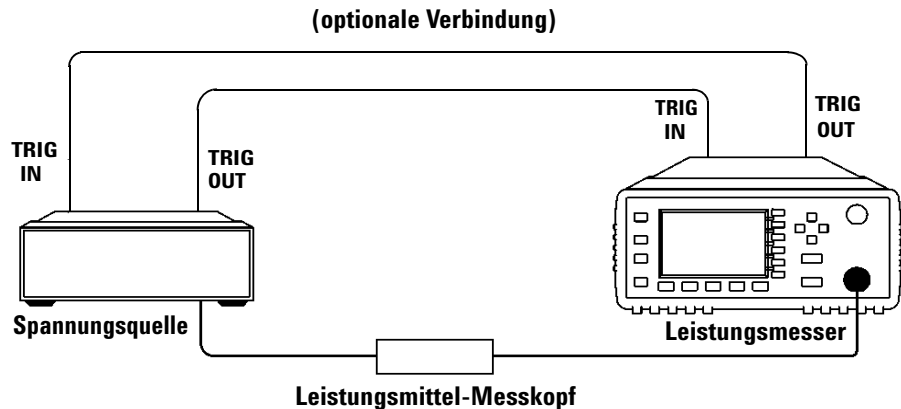

Abbildung 2-19 TRIG IN- und TRIG OUT-Verbindungsdiagramm zwischen Leistungsmess- und Spannungsquelle
Diese Modi sollen langwierige Testroutinen überflüssig machen und gleichzeitig den Messungsdurchsatz durch Reduzieren der Kommunikation mit dem Controller steigern. Mit der Sweep-Funktion führen Sie Leistungsmessungen durch, indem Sie schnell eine Reihe von Frequenzen oder Leistungspegel durchschreiten. Die in Abbildung 2-19 gezeigte Konfiguration illustriert die erforderliche Trigger-Verbindung zum Synchronisieren der Messung des Leistungsmessers mit den Einstellungen der Spannungsquelle.
- 2 Verbinden Sie **TRIG OUT** des Leistungsmessers mithilfe eines BNC-Kabels mit **TRIG IN** der Spannungsquelle. In gleicher Weise wird **TRIG OUT** der Spannungsquelle mit **TRIG IN** des Leistungsmessers verbunden. Siehe hierzu Abbildung 2-19.